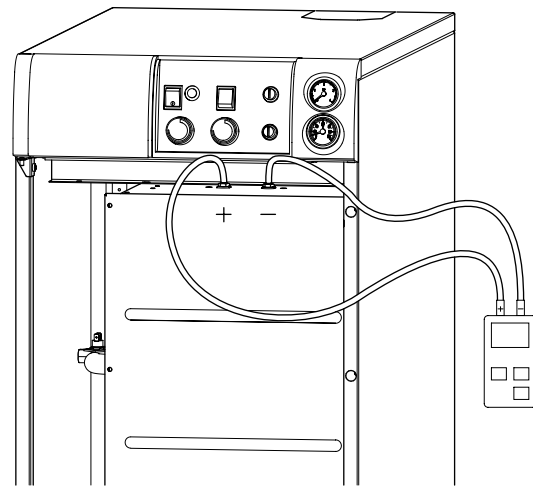

Fig. 11
3.2 PRESOSTATO HUMOS (fig. 11)